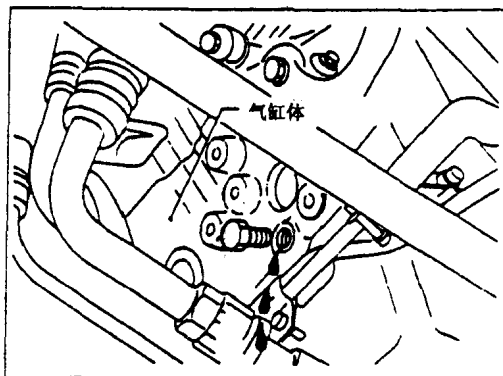

图 1-9
(4) 关闭放泄开关，拧紧放泄塞。
(5) 冷却液灌满散热器，然后预热发动机。
(6) 发动机熄灭，并使发动机的温度慢慢冷下来。
(7) 按步骤 2~6 重复几次，直至新冷却液从散热器放泄塞流出，见图 1-9。